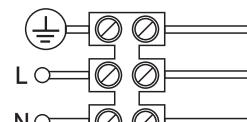

Рис. 2
4. Присоедините подготовленные концы проводов к проводам светильника L, N, E способом допустимым «Правилами устройства электроустановок» (Рис. 2). Крепление типа Z — внешний гибкий кабель или шнур данного прожектора не может быть заменен; если шнур окажется поврежден, то светильник должен быть утилизирован.